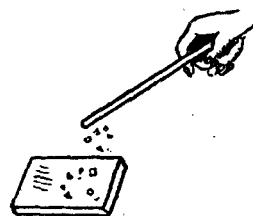

图 7
①摩擦带电：用皮毛擦过的硬橡皮，用絹擦过的玻璃棒，都能吸起碎紙片（如图7），甚至用手摩擦干燥的紙張，也显现出这种現象，这些获得了吸收輕物体的能力的物体，我們就說它带了电，或者說它获得了电荷。电的現象在自然界广泛的存在着。